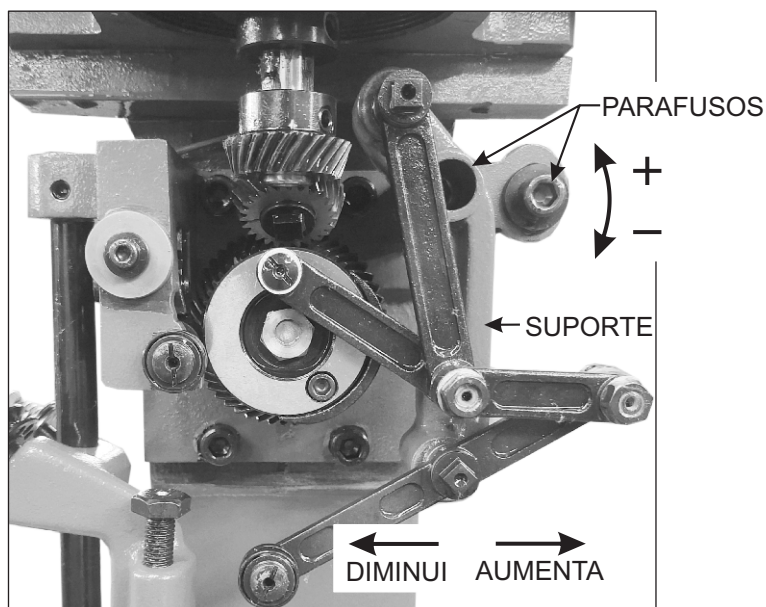

Figura 22
- ✓ Soltar os parafusos que fixam o suporte do estica-fio (figura 22);